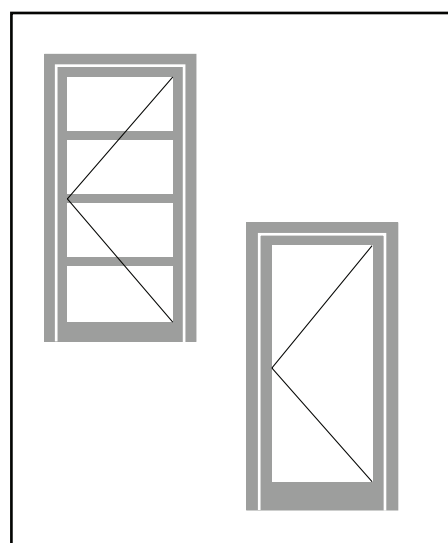

Abb. 2 / Fig. 2 / Fig. 2
- ein oder mehrere Riegel (Abb. 2)
- hoher Sockel (H ca. 200 mm, Abb. 2)
- une ou plusieurs traverses (fig. 2)
- socle plus élevé (H 200 mm env., fig. 2)
- one or more mid-rails (fig. 2)
- high bottom rail (h approx. 200 mm, fig. 2)